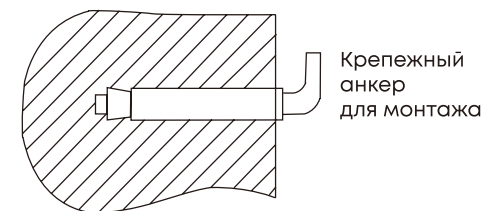

Рис. 2.
2. После выбора места монтажа определите места под два крепежных болта с крюками, проделайте в стене два отверстия необходимой глубины с помощью сверла размером, соответствующим размеру крепежных болтов, вставьте винты, поверните крюк вверх, плотно затяните гайки, а затем установите на него электрический водонагреватель (см. рис. 2).